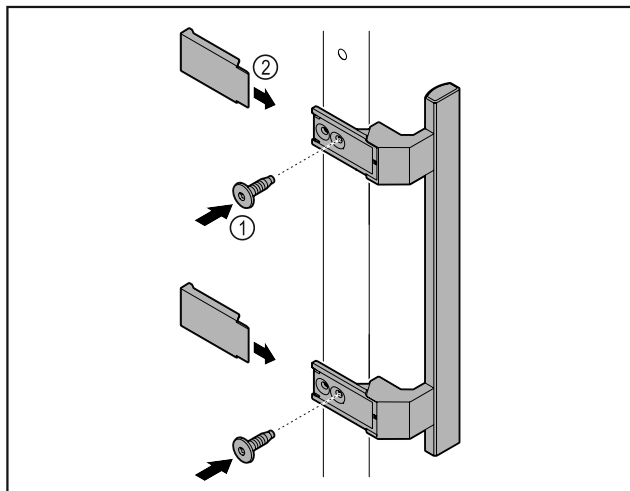

Fig. 3
- ▶ Madlo z přiloženého příslušenství upevněte na dveře pomocí přiložených šroubů Fig. 3 (1).
- ▶ Nasadte kryt Fig. 3 (2).